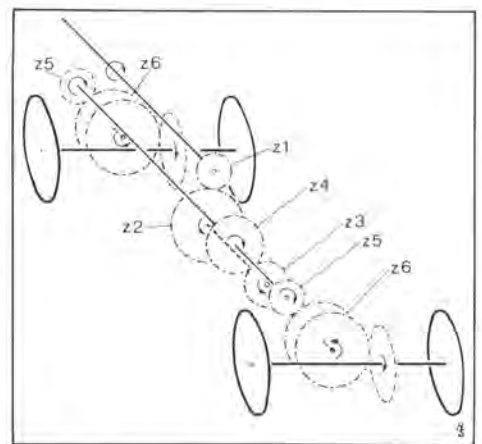

Abb. 3: Das Getriebeschema.
Abb. 3: Die beiden Endmodule aneinandergesetzt ergeben ein großzügiges Streckenmodul mit einem dem Auge wohltauenden, großen Gleisradius. Nachbauwillige sollten mit dieser Konfiguration beginnen! Nicht nur der Gleisübergang wird dann stimmen, sondern auch der Landschaftsübergang! Die nicht genormten Kopfstücke in der Mitte müssen identisch sein und eine Kontur aufweisen, die sowohl für diese Zweiergruppe als auch für das Eck-Ensemble passend ist.
Bild 3 zeigt das Getriebeschema. Die mit einer hier nicht gezeichneten Gelenkkupplung versehene Antriebswelle trägt das Ritzel z1. Auf einer kurzen Zwischenwelle sitzen Zahnrad z2 und Ritzel z3. Die Hauptantriebswelle, durch
Der Trampelpfad auf dem Bahndamm, der über diese Brücke und die recht unsichere Treppe (Abb. 3) erreicht wird, führt zu einigen Kleingärten, die zwischen dem Anschlußgleis des Industriegebiets West und der Umladehalle liegen. Bei dem nur zeitweilig benutzten Gleis ist eine besondere Sicherung wohl überflüssig. Den Zugang zu den Kleingärten vom beschränkten Bahnübergang her zu ermöglichen, könnte in der Tat eine größere Gefahr mit sich bringen, denn immerhin wird neben dem Industriegeleis auch die Strecke Bebra-Kassel durch ihn gesichert.
Abb. 3: Ein direkter Blick vom Parallelweg her über die Brücke zur Treppe hin – man kann nur hoffen, daß die Kleingärtner noch einen anderen Zugang zu ihren Latifundien haben als nur den über diese schiefen Stufen. Fotos (3): R. Ossig
Abb. 1 (oben) zeigt die Lok ohne die beiden großen braunen Maschinenraum-Attrappen; Motor und Schwungmasse sind dafür grau gestrichen. In Abb. 2 (Mitte) ist gut zu erkennen, wie der Autor die Kühlwasserrohr-Attrappen angeordnet und festgeklebt hat. Sorgfältiges Arbeiten bewahrt die Fensterflächen vor Verschmierungen. Abb. 3 (unten) zeigt das ergänzte Modell – eine verblüffende Wandlung!
Nach dem sorgfältigen Zusammenbau steht ein Modell vor dem Bastler (Abb. 3), das durch den weiten Maschinenraum, den freien Durchblick neben den Aggregaten und die sichtbaren Rohre den Eindruck der echten V 200 viel besser wiedergibt.